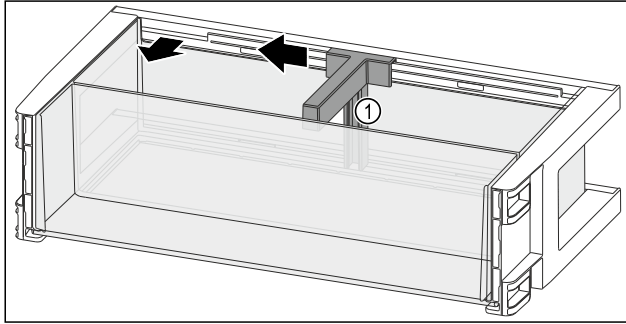

Fig. 110
- ▶ Flaschenhalter Fig. 110 (1) bis zur Aussparung zur Seite schieben.
- ▶ Flaschenhalter Fig. 110 (1) entnehmen.